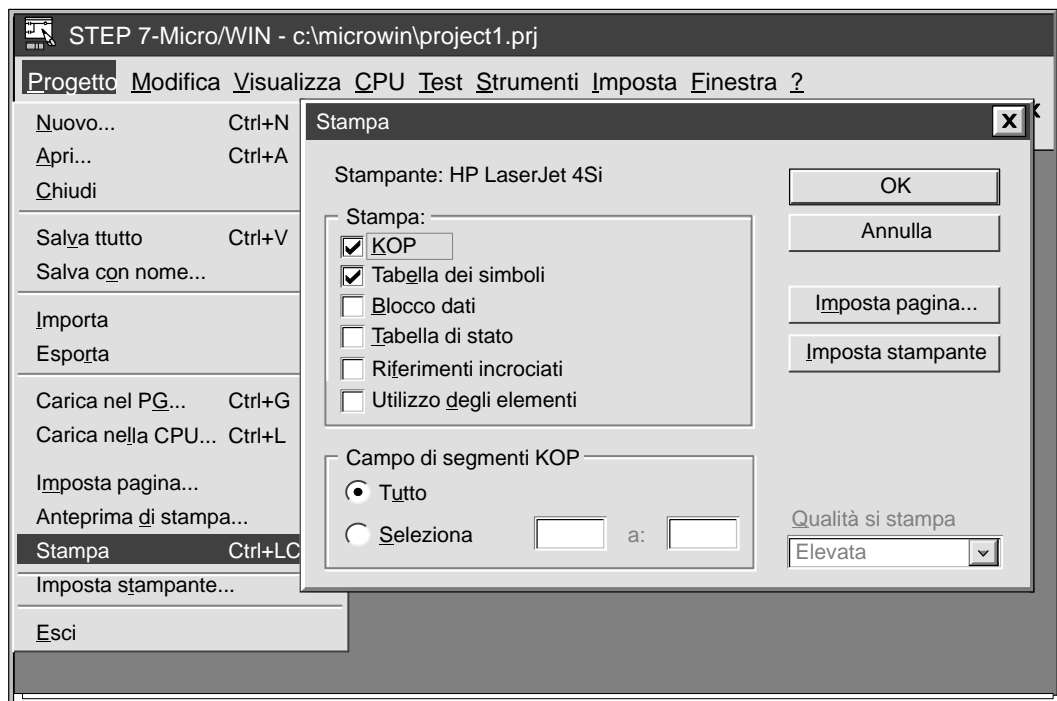

Figura 5-24 Finestra di dialogo Stampa
- Per stampare il programma, selezionare **Progetto ► Stampa....** Selezionare gli elementi che si vogliono stampare e fare clic sul pulsante "OK". Vedere la figura 5-24.
1. Selezionare **Progetto ► Stampa....** Si apre la finestra di dialogo stampa riportata nella figura 5-24.